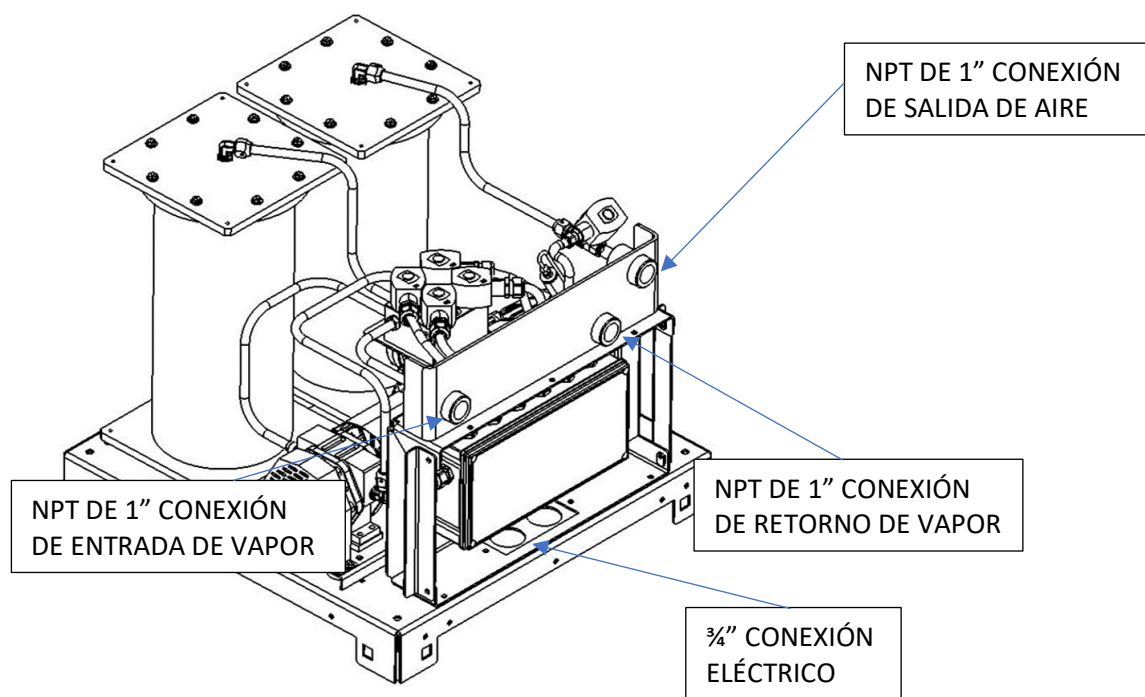

Figura 6-9: Diagrama de funcionamiento GREEN MACHINE
6. Durante el modo de funcionamiento de 60 segundos: **Vea la Figura 6-9.**
8. Durante el ciclo de purga de 60 segundos: **vea la Figura 6-9.**